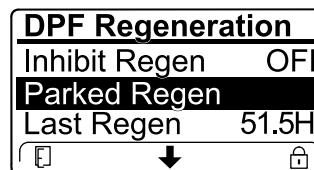

Figura 49
- Si el ordenador del motor solicita una regeneración de recuperación o si está procesando una regeneración de recuperación y se desplaza hasta la opción PARKED REGEN (Regeneración con la máquina aparcada), la regeneración con la máquina aparcada se bloquea y aparece el icono del candado (Figura 49) en la esquina inferior derecha del InfoCenter.